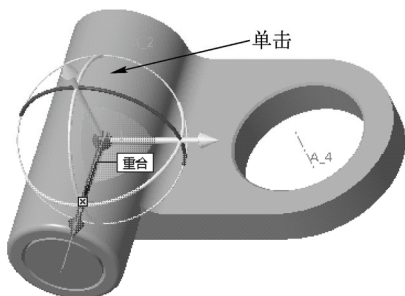

图 11-17 确认装配参考和元件参考
STEP 03 在插销的“A_2”轴上单击鼠标左键，移动鼠标指针至圆柱的“A_1”轴，单击鼠标左键，确认装配参考和元件参考，如图11-17所示。